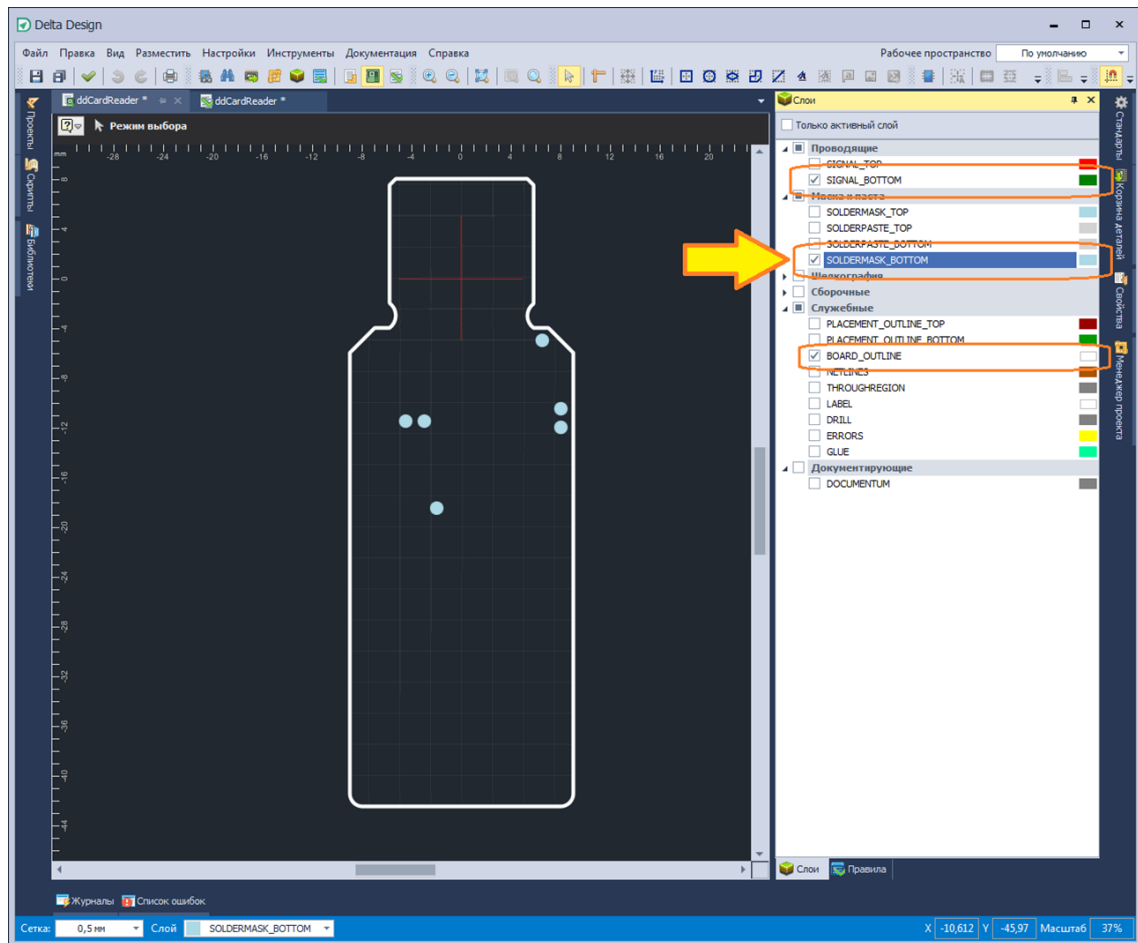

Рис. 4. слой «SOLDERMASK\_BOTTOM»
5. Убедитесь, что на нижней стороне платы маска «вскрыта», т.е. напротив сквозных и планарных контактных площадок отображаются фигуры, показывающие вырезы в маске, см. Рис. 4.